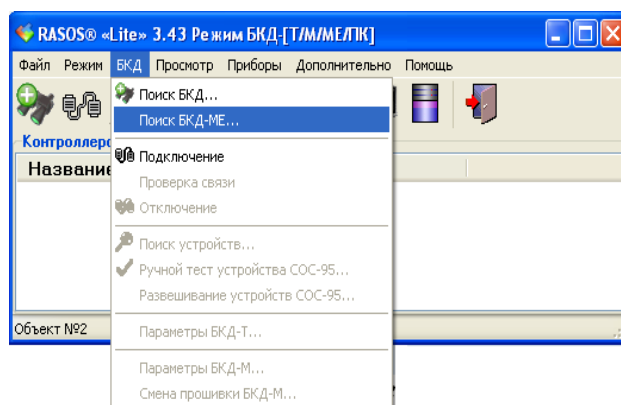

Рисунок 7 - Выбор команды "Поиск БКД-МЕ"
4. В открывшемся окне на вкладке «БКД» выбрать в меню «Поиск БКД-МЕ» (рисунок 7).